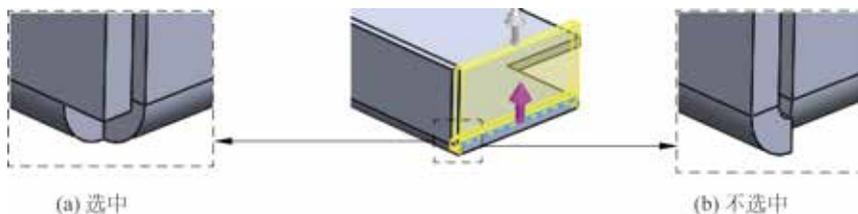

图 5.28 剪裁侧边折弯
- **剪裁侧边折弯** 复选框：用于设置是否移除相邻钣金折弯处的材料，如图 5.28 所示。